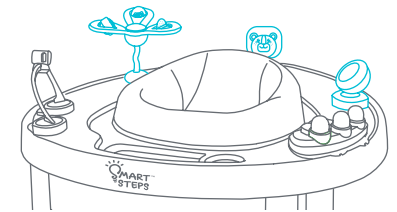

Fig. 5a
- 5 • Coloque los juguetes en este orden como se muestra. Los juguetes deben estar correctamente sujetos antes de su uso (Fig. 5a).